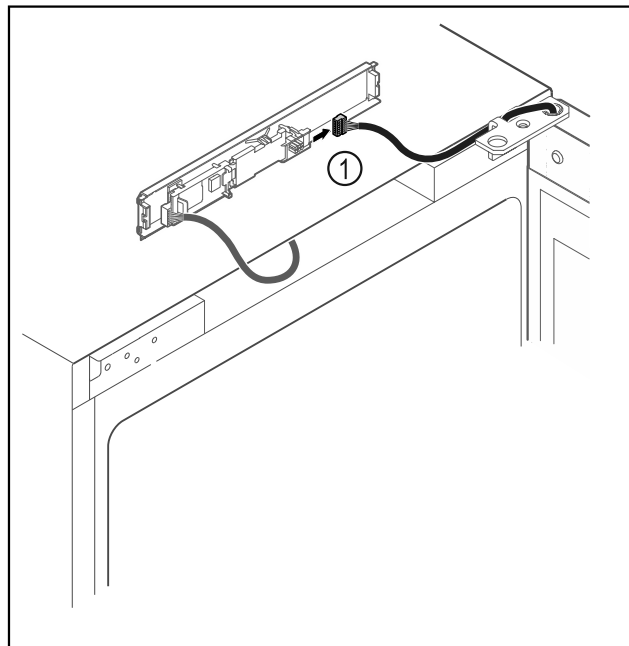

Fig. 13
- ▶ Ištraukite iš plokštės kištuką Fig. 13 (1).